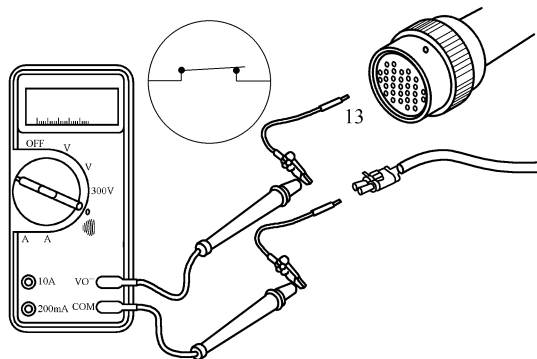
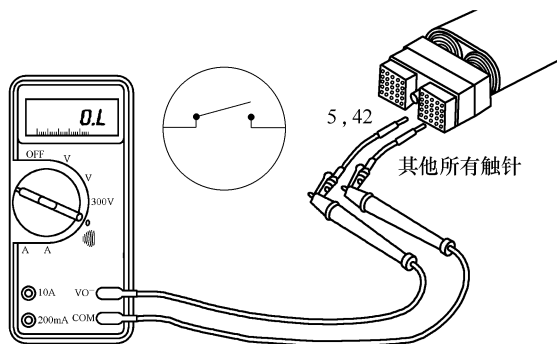

图 5-184 测量 31 针接头触针 13 与电磁阀插头端子间的电阻
图 5-185 分别测量触针 5、42 与该插头中其他所有触针间的电阻
④ 测量触针 13 与风扇离合器电磁阀插头端子间的电阻(图 5-184)，应小于 10Ω ，万用表显示开路。如果电路不是开路，则存在开路，应维修或更换 OEM 线束。
(3) 检查触针之间是否短路
① 分别测量执行器线束插头的触针 5、42 和该插头中其他所有触针间的电阻(图 5-185)均应大于 $100k\Omega$ ，万用表显示开路。如果电路不是开路，则触针 5 或 42 与任何显示闭路的触针间存在短路，应维修或更换执行器线束。